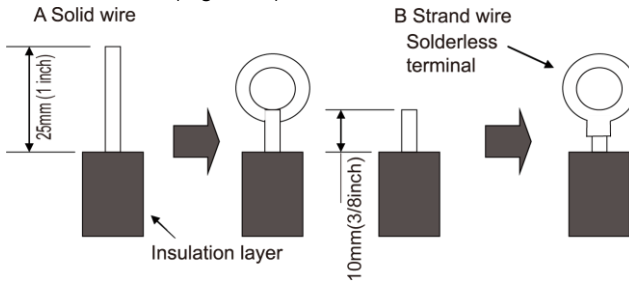

Fig. 4.36
- (1). For solid core wiring (Fig. 4.36)
- (2). For strand wiring (Fig. 4.36)